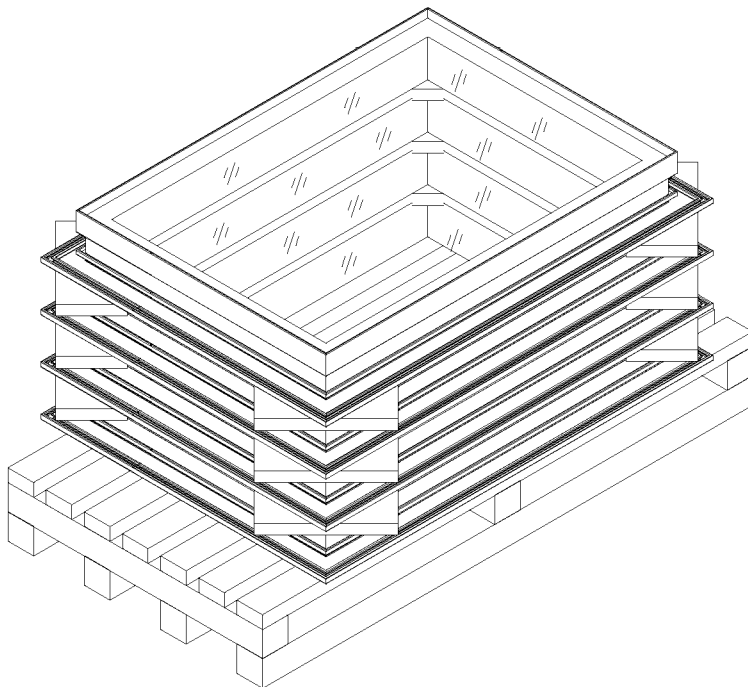

Рис.4
4. Положить подкладку из мягкого материала (например полифома) на каждый угол створки . Вытереть загрязнения от герметика сверху створки , особенно тщательно очистить зону для размещения подкладок . На готовую створку, поверх подкладок, допускается укладывать следующую створку и производить все выше описанные операции . Створки необходимо выдержать в таком положении , чтобы вулканизировался силиконовый герметик . Перемещать створки до вулканизации герметика запрещается ! (Рис.4).